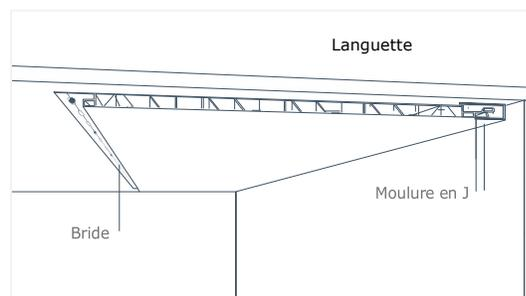

Fig. 7
2. Coupez le premier panneau à la longueur requise pour le premier rang. Placez le panneau de manière à ce que la bride de vissage soit orientée à l'opposé du mur (Fig. 7). Assurez-vous que le panneau est parallèle au mur extérieur avant de le fixer.